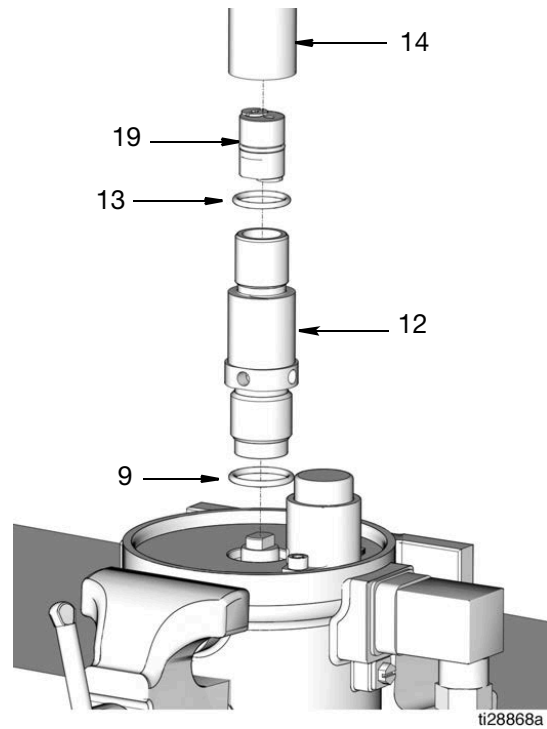

图 18
14. 取下出口管 (14) 上的 O 形圈 (13)。取下泵气缸 (12) 上的 O 形圈 (9)。根据正确处置的所有相关规定，处置 O 形圈 (图 18)。